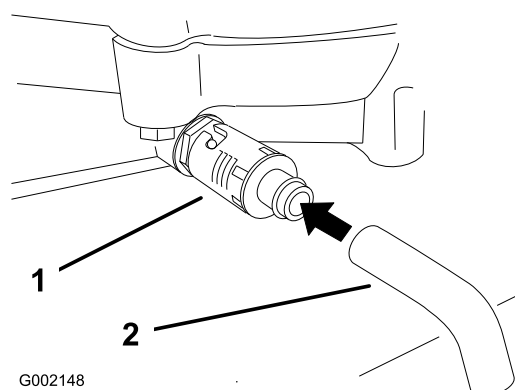

Figure 20
4. Placez un bac sous la vidange. Tournez le robinet de vidange d'huile pour permettre à l'huile de s'écouler (Figure 20).